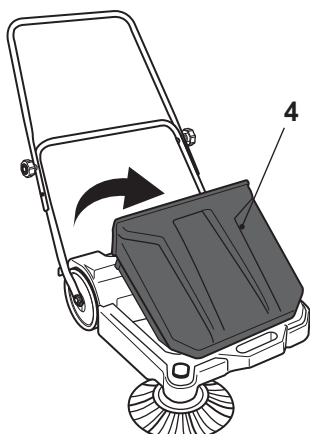

Fig. 5
- > Videz et fixez le collecteur de poussière [4] régulièrement (Figs. 5, 6). N'attendez pas qu'il soit complètement plein. Nous recommandons de le vider lorsqu'il est rempli à 1/3.